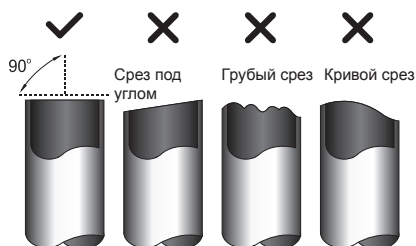

Рис. 5.1
3. Труба должна быть отрезана строго под углом  $90^\circ$ . Примеры неправильно отрезанных труб показаны на рис. 5.1.